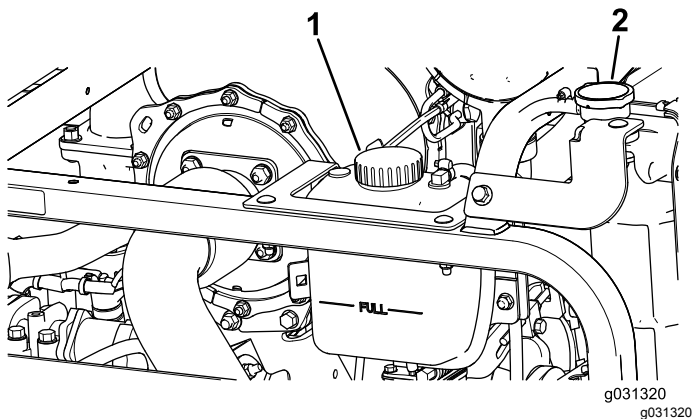

Figura 119
1. Retire cuidadosamente a tampa do radiador e a tampa do depósito de expansão (Figura 119).
2. Verifique o nível do líquido de refrigeração do radiador (Figura 119).